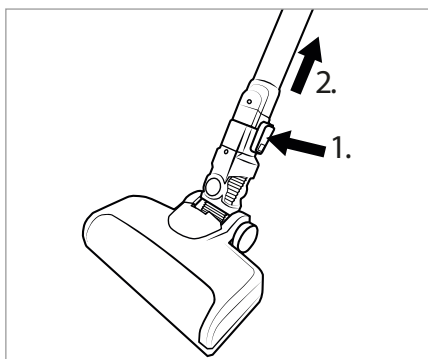

Fig. 12
- ♦ For at fjerne gulvbørsten 21 fra sugerøret 23, skal du trykke på oplåsningsknappen til gulvbørsten 22 og holde den nede og tage sugerøret 23 ud af gulvbørsten 21 (se fig. 12).